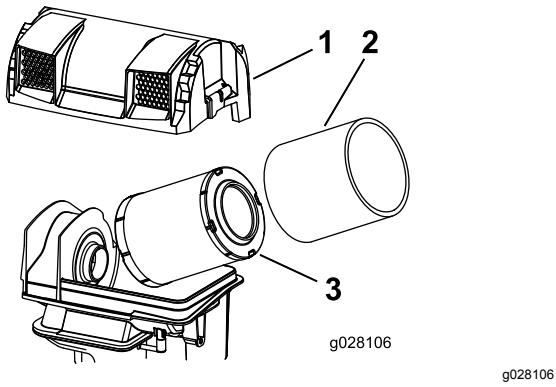

**Figura 33**
2. Retire la tapa para tener acceso a los elementos del limpiador de aire (Figura 33).
3. Instale la tapa y sujetela con los enganches (Figura 33).